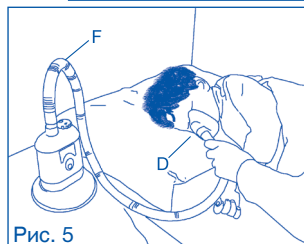

Рис. 5
5. Для ввода лекарственного препарата пациенту в лежачем положении (рис. 5) пользуйтесь удлинительной трубкой (F), подсоединив один ее конец к маске (D) или (E), а другой - к прибору, соответствующим образом установленному на настольной подставке (I).